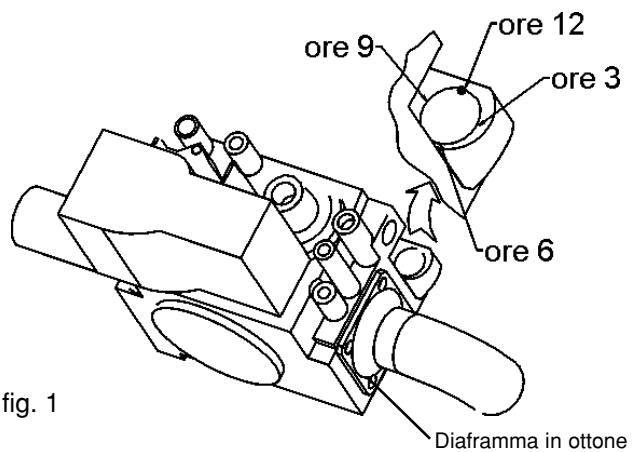

fig. 1
- Smontare il coperchio del bruciatore (27).
- Allentare al massimo i due dadi dei prigionieri che fissano il gruppo bruciatore (25).
- Ruotare l'intaglio della vite in plastica presente nella parte posteriore destra della valvola in posizione "ore 6"; (fig. 1)
- Inserire a valle della valvola il diaframma in ottone a corredo del kit (ϕ 4,0 per versione 27; ϕ 3,9 per versione 32 e 18); (fig. 1)
- Portare l'intaglio della vite in plastica presente nella parte posteriore destra della valvola in posizione ore 3 (fig. 1);